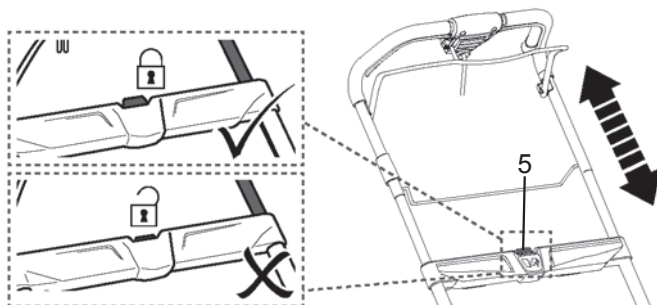

Fig.6
- > Relâchez le bouton de déverrouillage [5] et assurez-vous qu'il se verrouille en place (Fig.6).